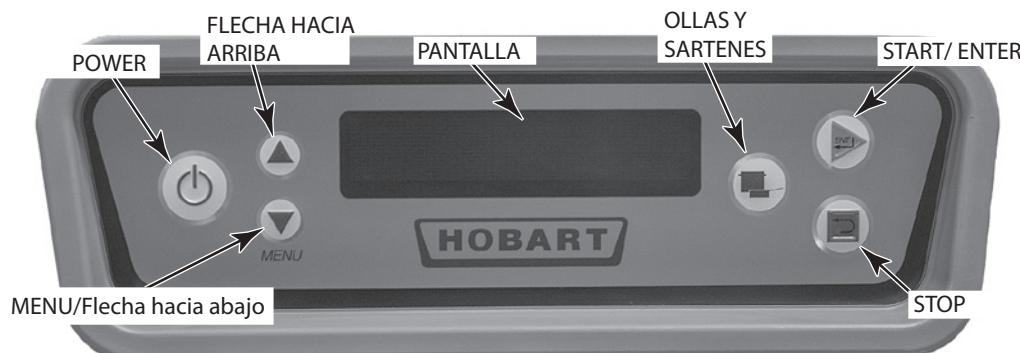

Figura 30
Los controles se ubican en la parte superior del lavavajillas. El teclado y la pantalla se encuentran al frente de la caja de control (Figura 30).
Cierre todas las puertas. Para comenzar el llenado una vez que la máquina está lista, presione el botón POWER (Figura 30).
5. Presione el botón POWER en el teclado (Figura 30). El lavavajillas se llenará automáticamente (consulte la sección "Llenado del lavavajillas" en esta misma página). Una vez que el tanque está lleno, se encenderá el quemador si se requiere aplicar calor. El sistema de ignición considera un período de 15 segundos de purga antes de comenzar su labor.
6. Si el lavavajillas no funciona, presione el botón POWER en el teclado (Figura 30) y cierre la válvula manual de gas. Comuníquese con el servicio técnico de Hobart o con el proveedor local de gas.
Una vez que la máquina se ha llenado, haga funcionar las bombas presionando el botón START / ENTER en el teclado (Figura 30) o insertando una canastilla en la máquina.
La opción estándar de detención de la cinta transportadora permite que el operador la detenga para lavar más a fondo la vajilla demasiado sucia durante un tiempo más prolongado. Presione DOWN ARROW (flecha descendente) ubicada en el teclado (Figura 30) hasta que el símbolo '<' se muestre a la izquierda de 'CONVEYOR DWELL' (detención de la cinta). Cuando la canastilla llegue a la cámara de lavado, presione ENTER en el teclado (Figura 30) para detener momentáneamente la cinta transportadora. Para reiniciar el movimiento de la cinta, presione el botón START/ENTER en el teclado (Figura 30). **NOTA:** En todos los modelos CLeN (excepto los modelos VL), la unidad continuará funcionando en modo de espera hasta que se presione la el botón ENTER (Ingresar) o STOP (Detener). En los modelos CLeN-VL, la unidad se detendrá después de 30 minutos de espera.
Si la canastilla se atasca o si la carga es excesiva, un mecanismo de sobrecarga apaga el motor de la cinta transportadora y en la pantalla se lee "Clear Conveyor Jam" (despeje el atasco en la cinta transportadora). Abra las puertas y elimine el atasco. Una vez eliminado, cierre las puertas y pulse el botón START/ENTER en el teclado (Figura 30) para reiniciar el funcionamiento del lavavajillas.
En pantalla aparecen todas las temperaturas del tanque (Figura 30) cuando la máquina está funcionando. La temperatura "Final Rinse" muestra unas rayas (---) hasta que una canastilla ingresa a la zona de enjuague. Luego se lee "Final Rinse". Una vez que la vajilla abandona la zona de enjuague, Final Rinse vuelve a mostrar ---.
En caso de que no ingrese ninguna canastilla a la máquina por un tiempo preestablecido, el temporizador automático inicia la cuenta regresiva y las bombas y la cinta transportadora se apagan para ahorrar energía. El tanque continúa calentándose y en pantalla se muestran las diversas temperaturas. Para reanudar el funcionamiento, inserte una canastilla o presione el botón START/ENTER en el teclado (Figura 30).
Luego de un período de inactividad de la máquina, el control inicia el modo Ahorro de Energía (ESM): todos los componentes de la lavadora de utensilios se apagan y la pantalla de control se atenúa mostrando la leyenda "Energy Saver Active/Press STOP to Exit" (Modo ahorro de energía activo. Presione STOP para salir). Para salir del modo Ahorro de Energía presione el botón STOP (Figura 30). Puede presionar el botón POWER para apagar completamente la máquina. El tiempo de inactividad de la máquina antes de ESM se puede establecer entre 1 y 6 horas en el "Menú Parámetros". La configuración de fábrica es de 2 horas. Consulte la página 36.
1. Presione el botón POWER en el teclado para apagar la máquina (Figura 30).